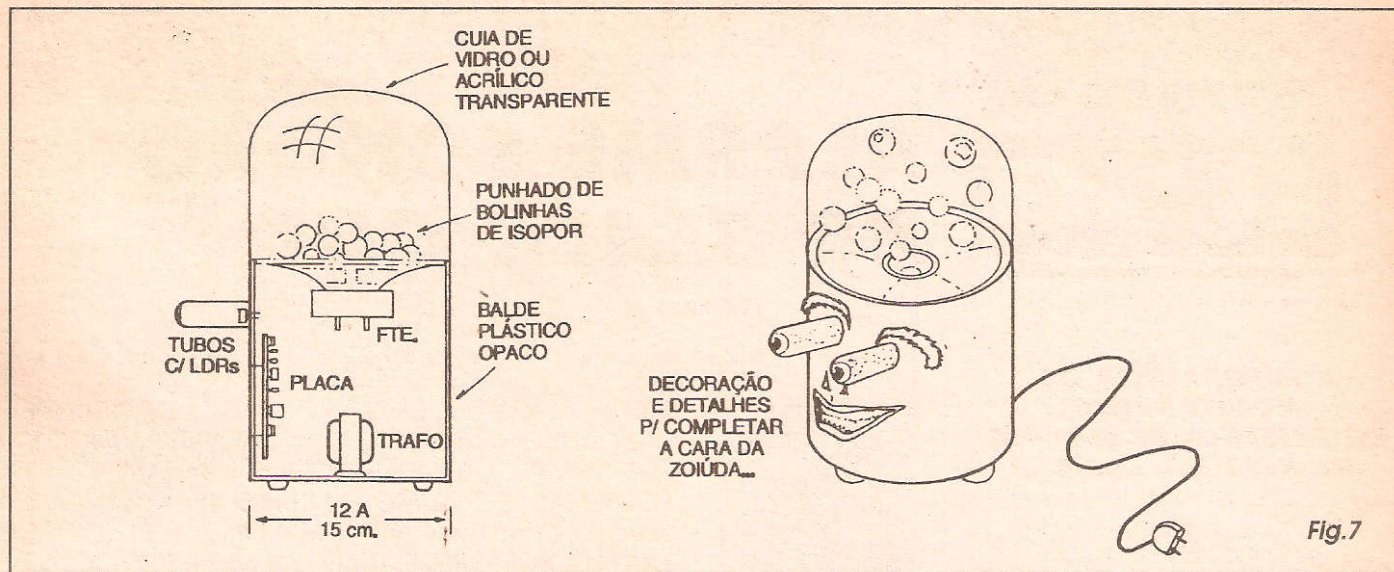

Fig.7
- **FIG. 7 - DANDO FORMA FINAL À...COISA...** - Os dois itens da figura dão suficientes detalhes práticos para que os leitores/hobbystas entendam o verdadeiro *espírito da coisa*... A parte principal da *cabeça de robô* (ou corpo da *pipoqueira*...) é formada pelo balde plástico (ou *container* cilíndrico equivalente...), nele sendo embutidos os principais módulos do circuito, transformador, placa, etc. O interruptor e o *rabicho* podem ser posicionados na base ou na traseira do conjunto, ficando a parte inferior guarnecida pelos pés de borracha, parafusados ou colados... Na *boca*